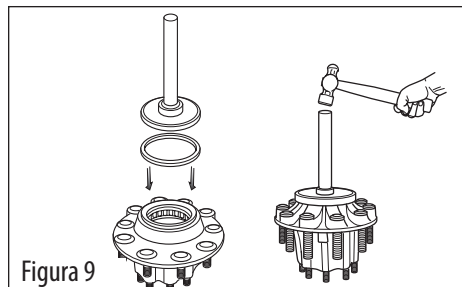

Figura 9
5. Posicione el sello en la maza con "AIR SIDE" (lado del aire) visible. Utilice la herramienta de instalación de placa ConMet adecuada (vea la tabla a continuación) y una herramienta para sello manual genérica o una placa plana y un pequeño martillo para martillar el sello en el lugar. No martille directamente en el sello. Asegúrese de que el sello esté apoyado de forma uniforme en el fondo del orificio (vea la figura 9). Controle para asegurarse de que el sello no esté ladeado y que el diámetro interno del sello y el balero interno giren libremente.